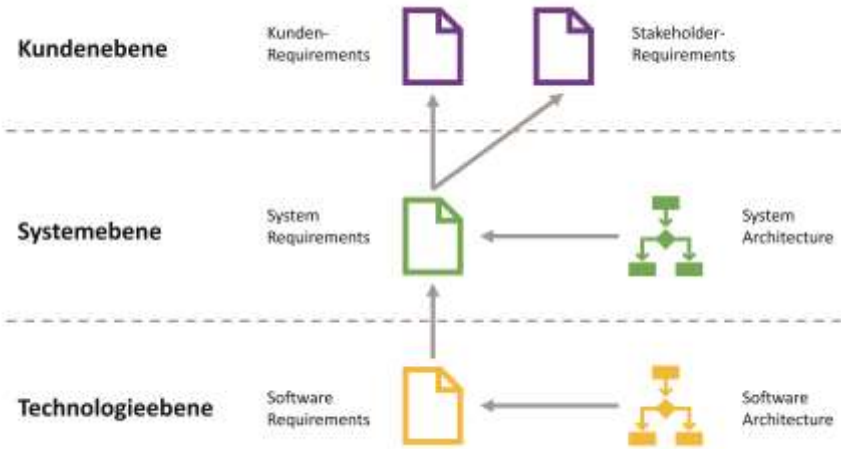

Abbildung 1: Ebenen der Spezifikationen
- Abbildung 1: Ebenen der Spezifikationen 10**